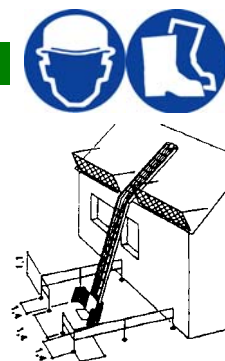

Fig. 1 Veiligheidszone
3. Loop nooit onder de ladder of last. Baken rond de lift een veiligheidszone (1,4 m aan elke zijde) af zodat het onmogelijk wordt onder de last te lopen (fig. 1).